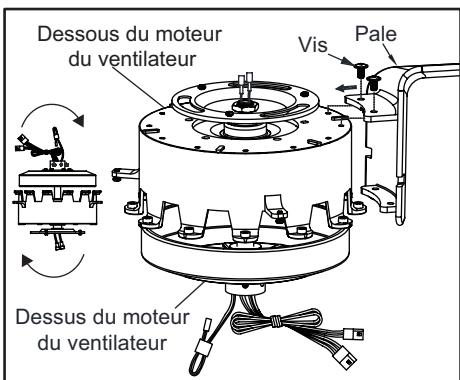

Figure 5
2. Répétez ces étapes pour les autres pales. (Figure 5)